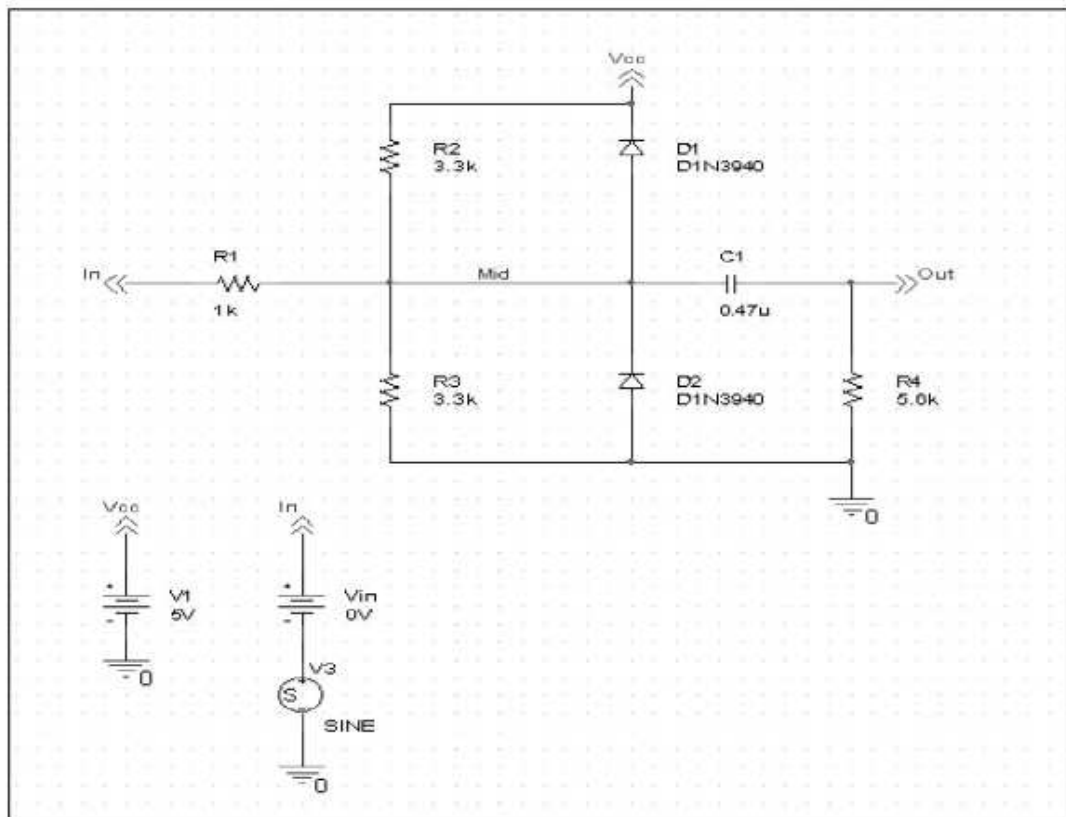

Figure 14 Diode clipper circuit with a voltage stimulus.
Το παράδειγμα δείχνει πώς να τρέξει η transient analysis στο κύκλωμα clipper. Αυτό απαιτεί την πρόσθεση στο κύκλωμα ενός time domain voltage stimulus όπως φαίνεται στο figure14.
5. Τοποθετούμε ένα VSTIM part (από το PSpice library SOURCESTM.OLB), όπως φαίνεται στο figure14.
7. Τοποθετούμε το ground part κάτω από το VSTIM part όπως φαίνεται στο figure14.